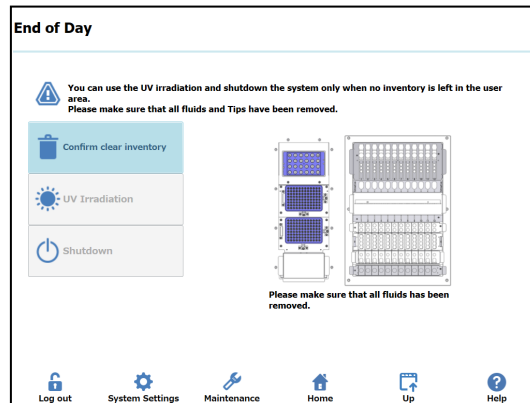

Abbildung 17: Bildschirm „End of Day“ (Tagesende)
24. Auf der Startseite „End of Day“ (Tagesende) wählen. Es wird der folgende Bildschirm angezeigt (siehe Abbildung 17).